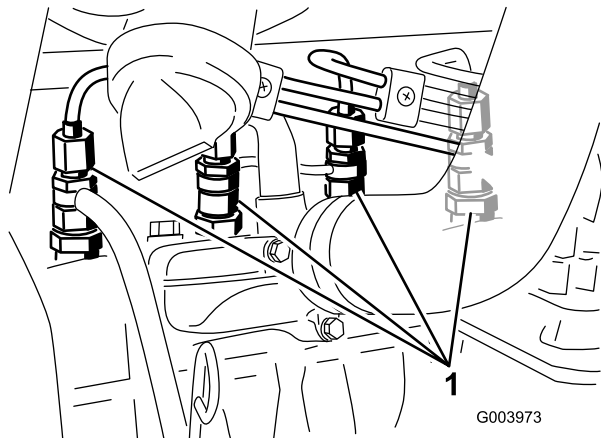

図 55
1. 燃料噴射ポンプの No.1インジェクタ・ノズル (図 55) へのパイプ接続部をゆるめる。